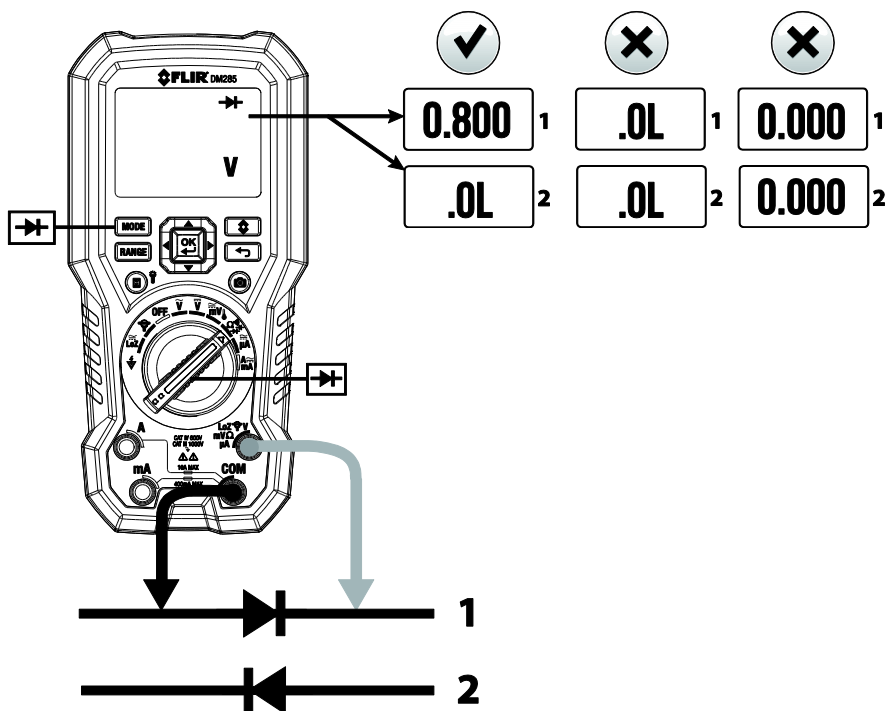

Fig. 9-4 Klassisk diodetest
4. Berør endene av sonden over dioden eller halvlederforbindelsen som testes i én polaritet (retning) og så i den motsatte polariteten, som vist i **Fig. 9-4**.